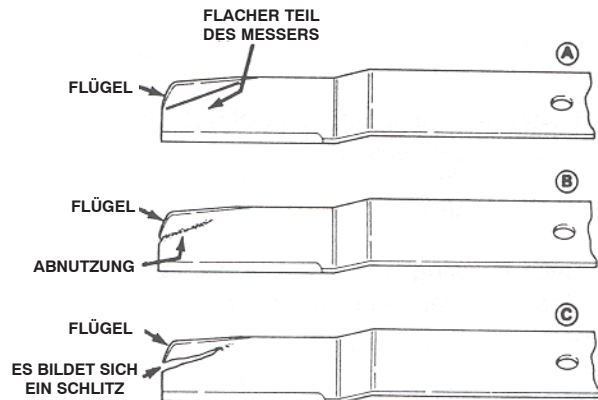

Bild 64
2. Prüfen Sie die Schnittkanten des Messers sorgfältig, insbesondere dort, wo die geraden Flächen die gebogenen berühren (Bild 64-A). Da Sand und Schleifmittel das Metall abnutzen können, mit dem die flachen und gebogenen Flächen verbunden sind, sollten Sie das Messer vor dem Einsatz der Maschine prüfen. Tauschen Sie das Messer aus, wenn Sie eine Abnutzung (Bild 64-B) feststellen, siehe „Entfernen des Mähwerkessers“ auf Seite 54.